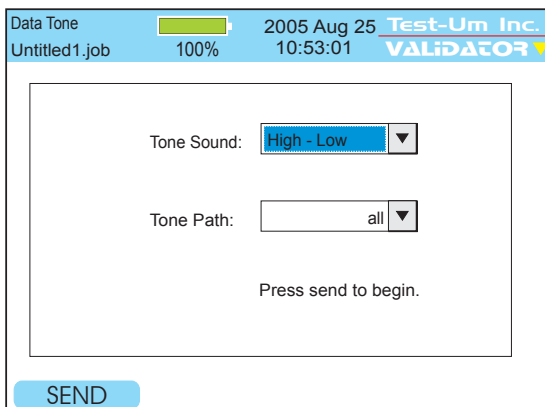

Abbildung 5.6 Tongenerator
4. Wählen Sie den gewünschten Testton (**Tone Sound**) aus. Drücken Sie die Taste 'Accept'. Der Cursor springt in das Dialogfeld 'Tone Path' (Tonpfad) (Abbildung 5.6)